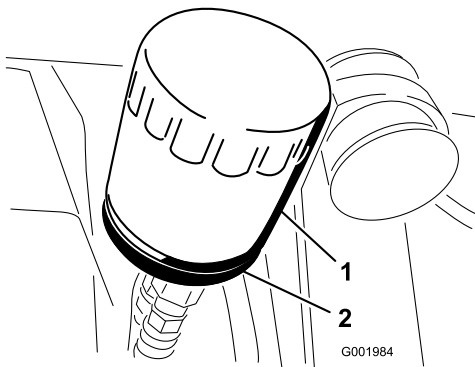

図 50
2. オイルフィルタ（図 50）を外す。
5. アダプタに新しいフィルタを取り付ける。ガスケットがアダプタに当たるまで手でねじ込み、そこから更に 1/2 回転増し締めする(図 50)。